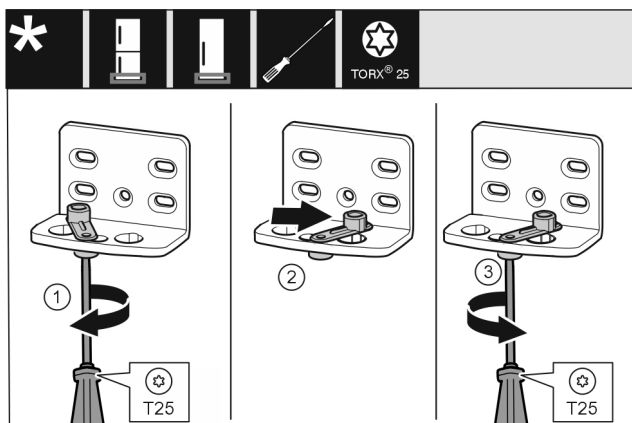

Fig. 11
- ▶ Lekko odkręcić śrubę przy pomocy śrubokręta T25. Fig. 11 (1)
- ▶ Unieść element ułatwiający zamykanie drzwi, a następnie obrócić w otworze w prawo o 90°. Fig. 11 (2)
- ▶ Śrubę przykręcić przy pomocy śrubokręta T25. Fig. 11 (3)